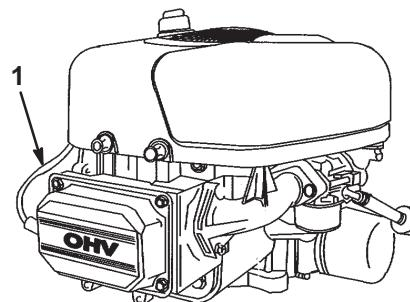

Figure 18
6. Débranchez la bougie (Fig. 18).
- Branchez la bougie (Fig. 18).